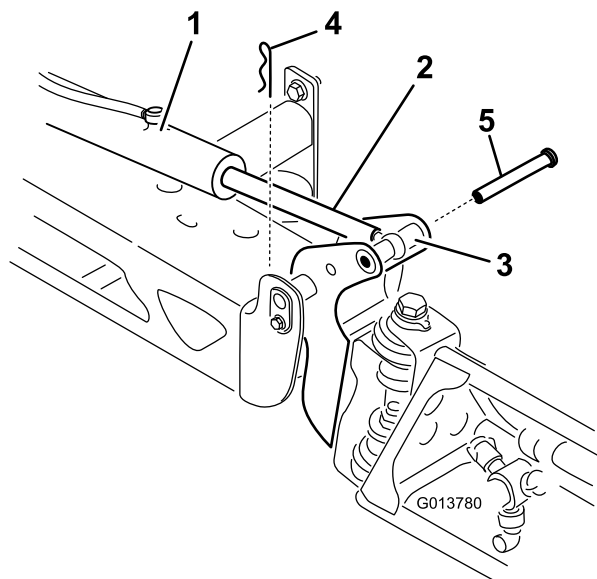

Figure 64
2. Retirez la goupille fendue de l'axe de pivot (Figure 64).
3. Levez la rampe et retirez l'axe (Figure 64), puis abaissez lentement la rampe au sol.
9. Tout en maintenant la rampe, insérez l'axe dans le pivot de la rampe et la tige du vérin (Figure 64).